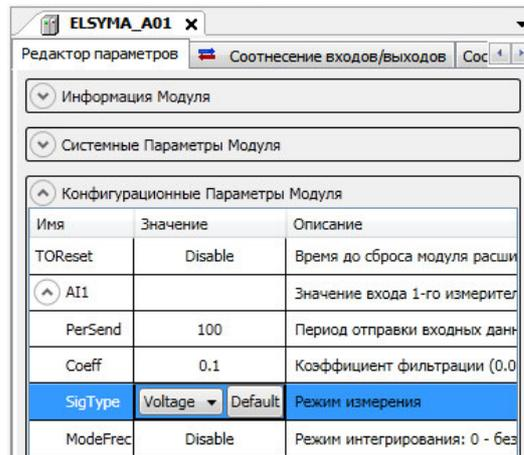

Рисунок 5.11 – Редактор параметров *ELSYMA_A01*. Конфигурационный параметр *SigType*
11. В дереве устройств найти узел **ELSYMA_A01** и открыть, дважды нажав левую кнопку «мышь». В закладке **Редактор параметров** во вкладке **Конфигурационные параметры модуля** установить значение режима измерения *SigType* для канала *AI1 – Voltage* (рисунок 5.11).